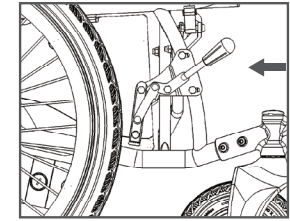

Figura 21
- Cuando la silla de ruedas se detenga en una pendiente, si el freno electromagnético se rompe o el motor está en la posición "Manual" u otras condiciones, puede tirar del freno de mano en la dirección que se muestra en la Figura 21.